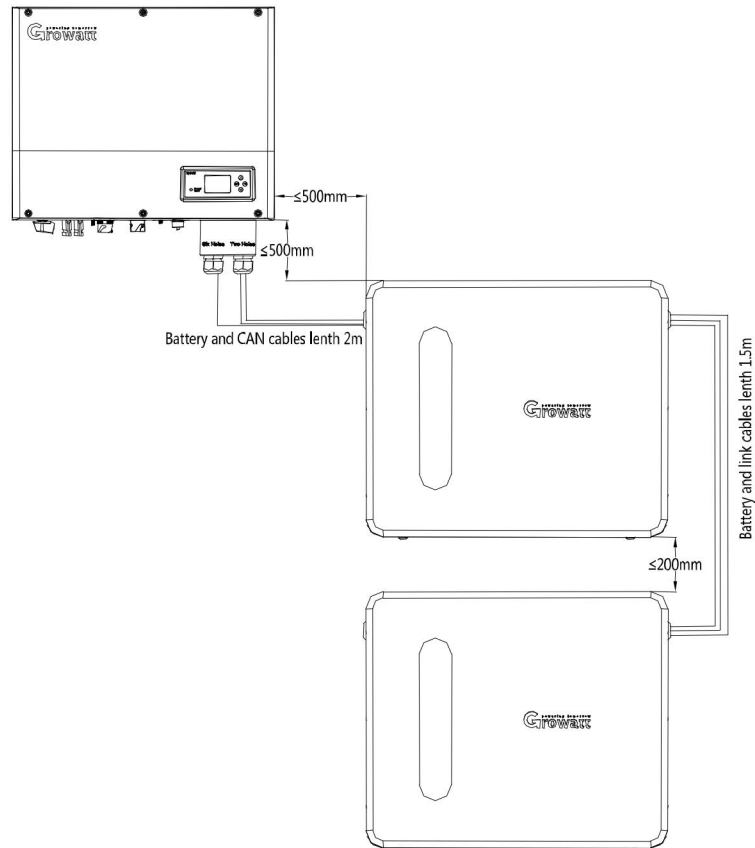
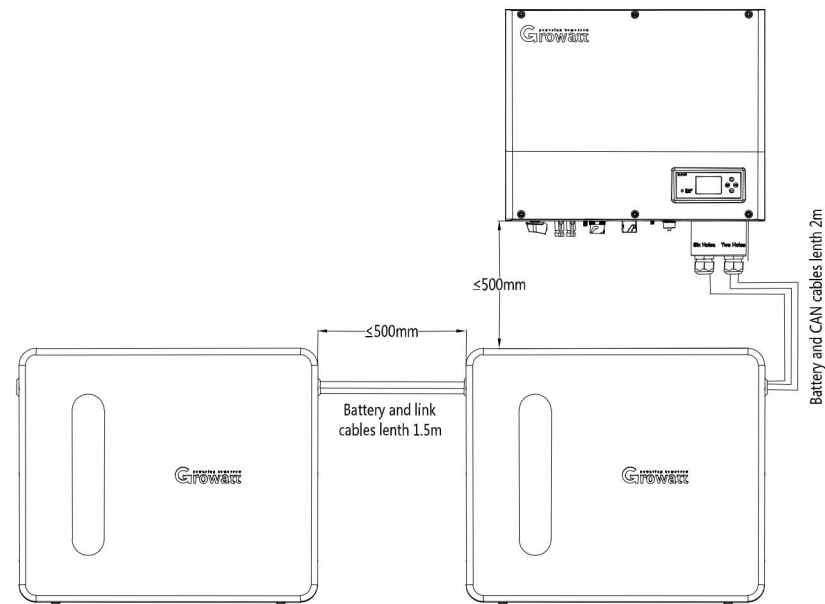

Figura 1. Parallelo di due box batteria in verticale
Figura 2 . Parallelo di due box batteria in orizzontale
2. Quindi, installare sul muro apposita staffa di aggancio a parete per box singoli / multipli. La figura 1 mostra il parallelo di due box batteria posizionati in verticale e la figura 2 mostra il parallelo di due box batteria posizionati in orizzontale.